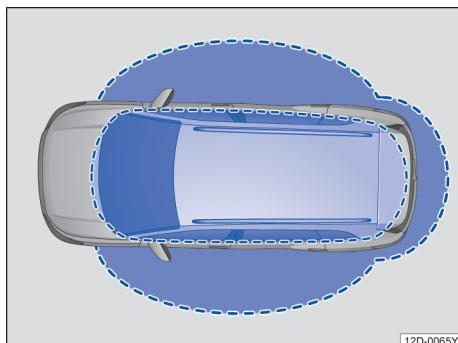
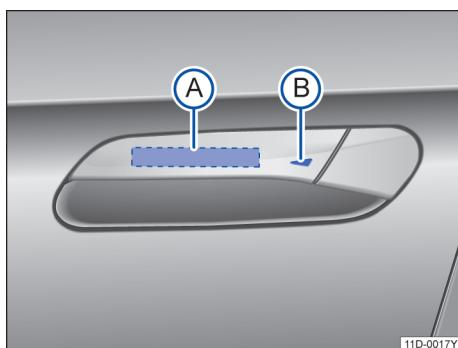

图 42 无钥匙进入闭锁/启动系统：工作范围
图 43 无钥匙系统 Kessy：车门拉手上的传感区
Kessy 是一种无钥匙系统，它可以实现在不操作遥控钥匙的情况下解锁或锁止汽车。操作者只需随身携带一把有效遥控钥匙，并处于车门或行李厢盖的有效感应区域内→图 42，同时触摸车门拉手上的传感区之一→图 43 或按压行李厢盖上的按钮即可实现。
如果有一把有效遥控钥匙在有效感应区域→图 42 内，则无钥匙系统 Kessy 会将访问权限授予该钥匙。紧接着可以在不主动操作遥控钥匙的情况下执行以下功能：
- 按压→图 43 A 解锁 Kessy。
- 触摸车门拉手上的传感区→图 43(B)一次。
如果在行李厢盖的有效感应区域→图 42 有一把有效的遥控钥匙。
- 要便捷关闭所有电动车窗和天窗，请用手指按住车门拉手上的传感区→图 43(B)几秒钟。
- 松开传感区→图 43(B)即可中断该功能。如果在松开车门拉手上的传感区→图 43(B)后立即把手放入(A)内，则所有车窗停在原位置（安全功能）△→第 57 页。
如果有水柱或水流从车门拉手传感器→图 43(A)处暂时移开，然后又移回(例如洗车时)，则所有车窗均有可能打开→第 48 页，便捷功能。